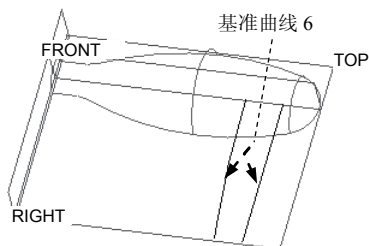
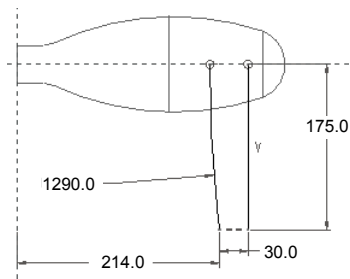

图 6.7.21 创建基准曲线 6
图 6.7.22 截面草图
Step13. 创建图 6.7.21 所示的基准曲线 6。
(1) 单击“草绘基准曲线”按钮.
(2) 定义草绘截面放置属性：设置 TOP 基准平面为草绘平面；采用默认的草绘视图方向；RIGHT 基准平面为草绘平面的参照，方向为 **右**；单击 **草绘** 按钮。
(3) 接受默认草绘参照，然后绘制图 6.7.22 所示的截面草图，完成后单击  按钮。